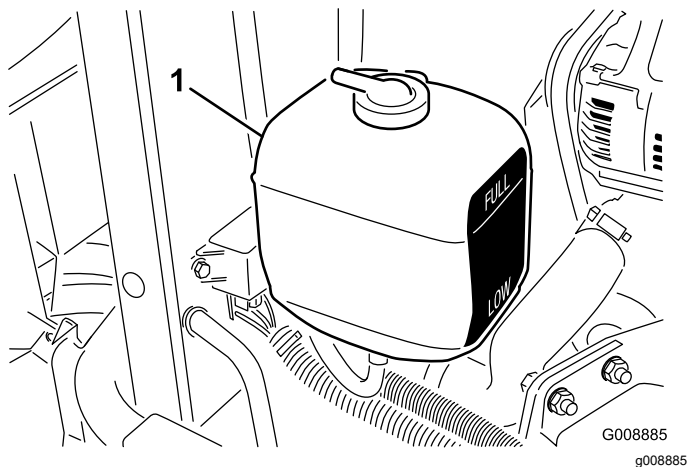

图 28
1. 检查膨胀水箱的冷却液液位 (图 28)。如果是已冷却的发动机冷却液液位大致应在油箱一侧的两个标记中间。